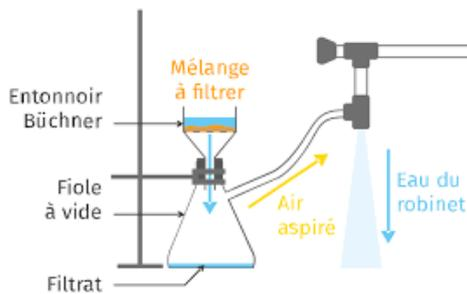

Figure 3
-Une filtration sous vide s'il s'agit d'un solide (voir figure 3) ;